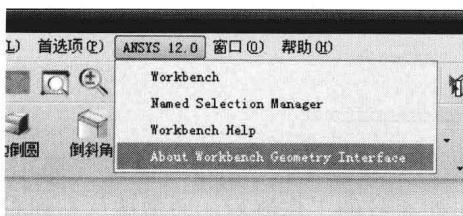

图 1-4 从 CAD 系统启动 Workbench
- 直接从 CAD 系统进入 Workbench 中，如图 1-4 所示就是从 UGNX 中启动。详细的操作过程在本书后面的章节中都会介绍。